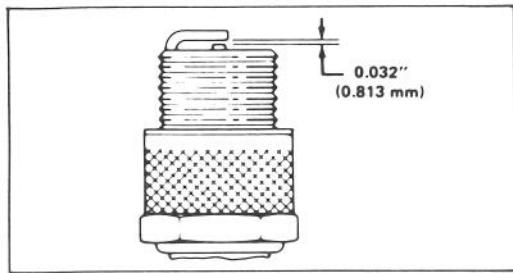

Figure 13
3. Réglez l'écartement des électrodes à 0.032" (0.813 mm) (Fig. 13). Installez la bougie réglée avec son joint. Serrez-la à 15 ft-lb. (20.4 N-m).